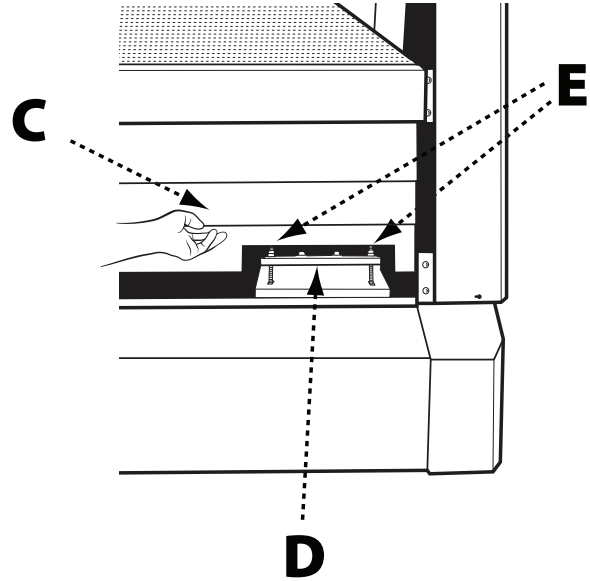

FIG. 7
3. Utilice una llave allen de 6 mm para quitar los cuatro pernos con cabeza allen y las arandelas que están sujetando el protector inferior (B) a la máquina. Consulte la Fig. 7.
4. Eleve los paneles telescópicos (C) lo suficiente como para exponer el soporte del motor (D). Consulte la Fig. 7. Apuntale usando un bloque de descartes de madera.
5. Ubique las dos tuercas M12 (E) que elevan y bajan el motor. Consulte la Fig. 7.